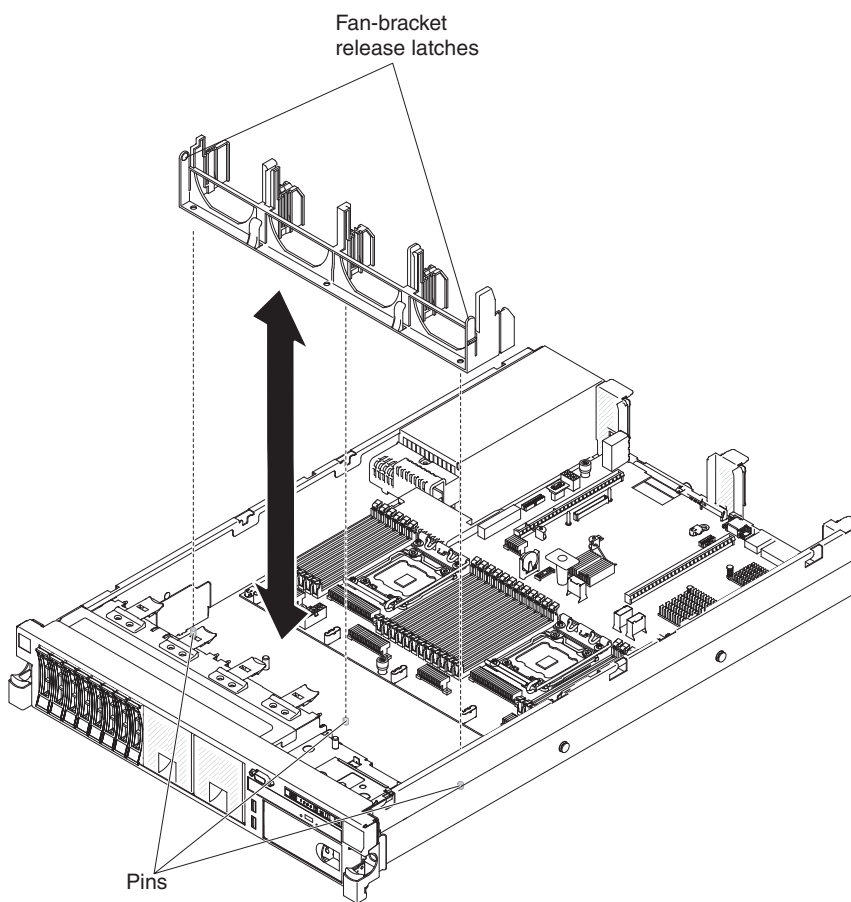

Figura 285. Removendo o Suporte do Ventilador
2. Pressione as travas de liberação do suporte do ventilador em direção uma a outra e levante o suporte do ventilador para fora do servidor, conforme mostrado em Figura 285.